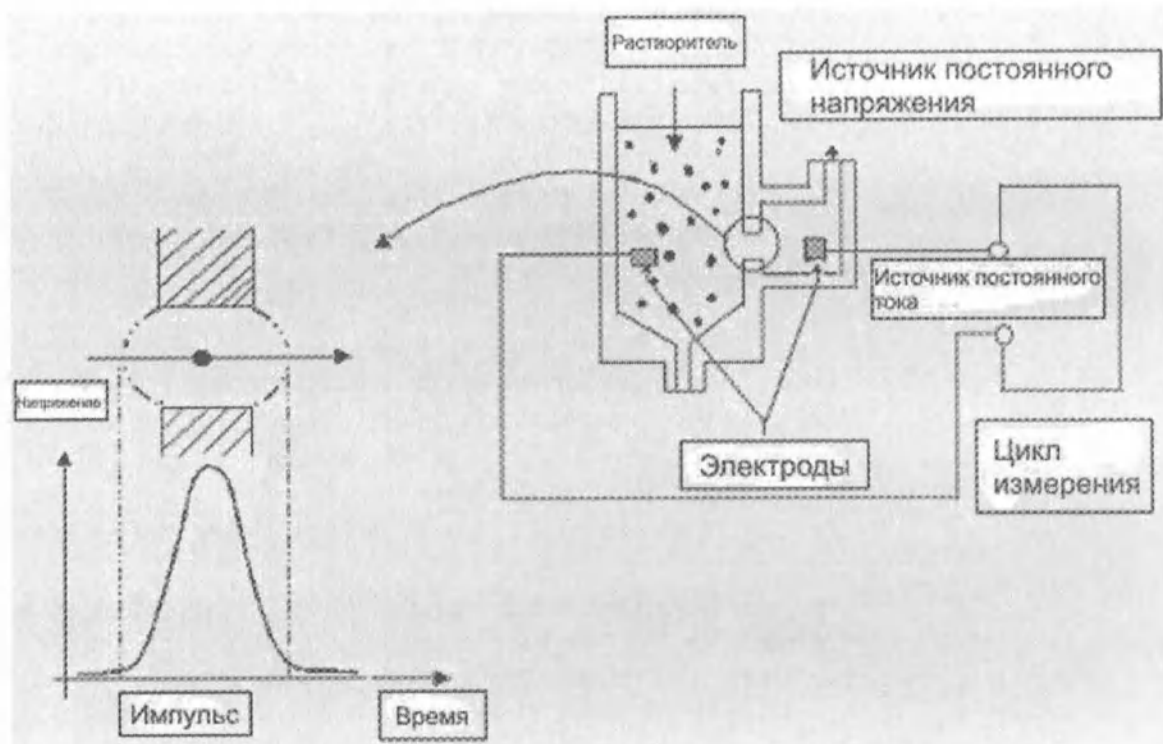

Рисунок 1-4
- d) При прохождении через усилительный контур, сигнал напряжения усиливается, а шумы подавляются, что позволяет улучшить аналитические результаты (смотрите рисунок 1-4).